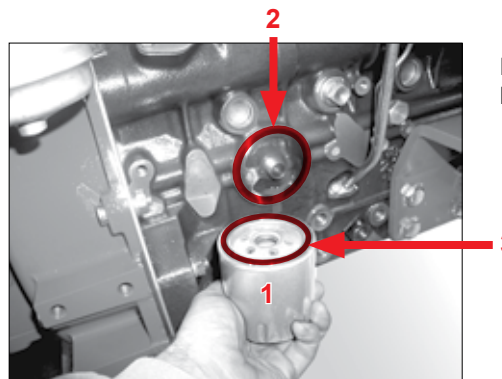

Fig. 85
3. Skru motoroliefilteret Pos. 1 (Fig. 85) af.
4. Rengør tætningsfladen til filterholderen Pos. 2 (Fig. 85).
5. Smør gummitætningen til det nye motoroliefilter pos. 3 let med olie (Fig. 85).